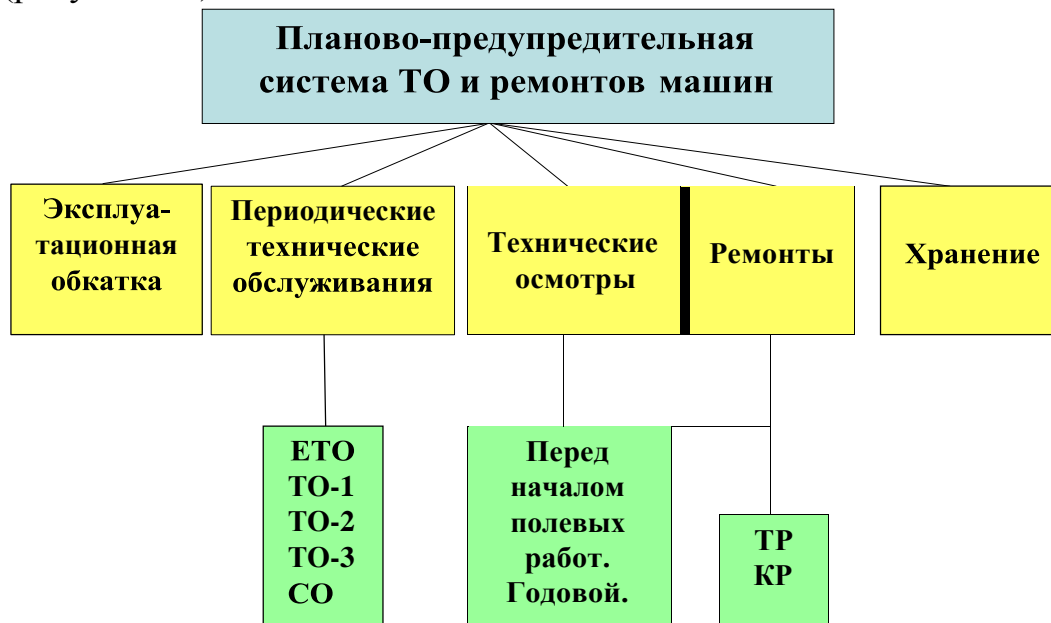

Рисунок 1.2 Структура планово-предупредительной системы ТО и ремонтов машин
**Планово-предупредительная система ТО** включает в себя пять главных элементов (рисунок 1.2)